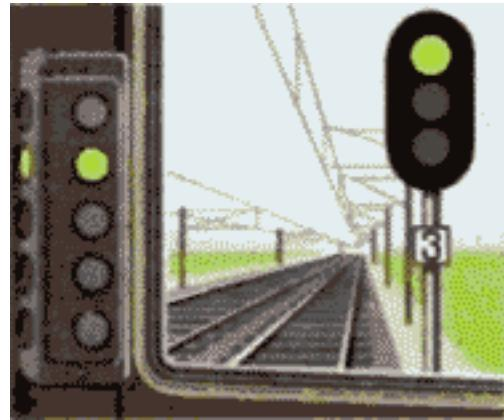

Рис. 2
2) желтый огонь - разрешается движение; на путевом светофоре, к которому приближается поезд, горят один или два желтых огня (рис. 2);